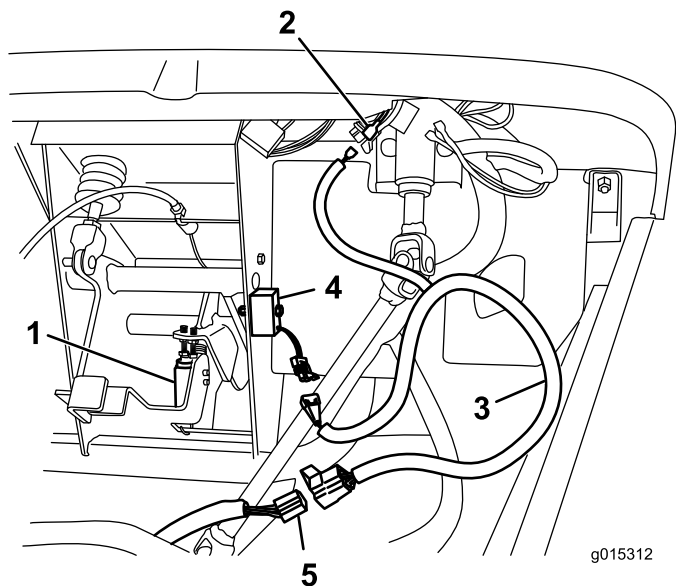

Figure 1
1. Fixez le module de démarrage à clé au cadre de la pédale au moyen d'un boulon ($\frac{1}{4}$ " x $1\frac{3}{8}$ ") et d'un écrou à embase ($\frac{1}{4}$ "), comme montré à la Figure 1.
2. Débranchez le connecteur du faisceau de câblage existant du contacteur de pédale (Figure 1).
3. Localisez le faisceau de démarrage à clé avant (Figure 1) dans les pièces détachées.
4. Connectez le faisceau de démarrage à clé avant au module de démarrage à clé avec le connecteur correspondant et connectez l'autre bout au faisceau de câblage existant (Figure 1).
5. Localisez le fil du câblage existant portant la mention « Key Start » (Figure 1).
6. Connectez le fil de démarrage à clé sur le faisceau de démarrage à clé avant au fil correspondant sur le véhicule (Figure 1).